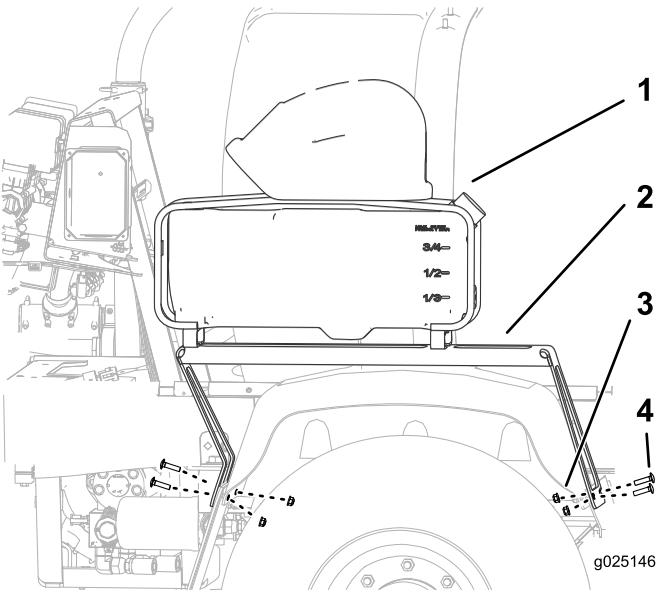

Bild 6
3. Fluchten Sie die Löcher im vorderen Abschnitt der Stützhalterung mit den Löchern in der Kotflügelhalterung und dem Kotflügel aus (Bild 6).
Kotflügelhalterung und am Kotflügel, wie in Bild 6 abgebildet.
- Fluchten Sie die Löcher im hinteren Abschnitt der Stützhalterung mit den Löchern im Schmutzfänger, in der Kotflügelhalterung und im Kotflügel aus (Bild 6).
- Befestigen Sie die Stützhalterung mit zwei Schlossschrauben (5/16" x 1-1/4") und zwei Sicherungsbundmuttern (5/16") am Schmutzfänger, an der Kotflügelhalterung und am Kotflügel, wie in Bild 6 abgebildet.